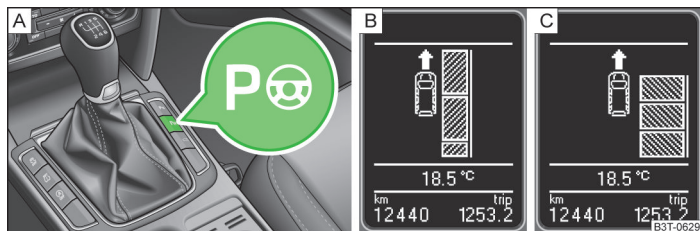

Fig. 138 Tasta sistem / Afășarea pe ecranul panoului de bord
Când sistemul este activ, luminează în tastă lampa de control P  » fig. 138 la pagina 156 - .
- Apăsăți o dată tasta simbol » fig. 138.
Pe afășajul panoului de bord se afășează următoarele » fig. 138 - [B].
- Apăsăți de două ori tasta simbol » fig. 138.
Pe afășajul panoului de bord se afășează următoarele » fig. 138 - [C].
- Apăsați o dată tasta simbol  » fig. 138 la pagina 156.